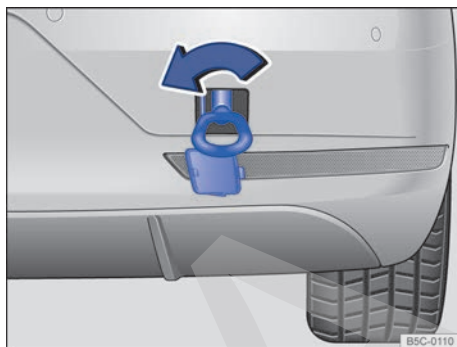

Fig. 164 En el lado derecho del paragolpes trasero: enroscar la argolla de remolque.
El alojamiento de la argolla de remolque enroscable se encuentra en el lado derecho del paragolpes trasero detrás de una tapa → fig. 164, → ①.
- Enrosque la argolla de remolque en el alojamiento girándola al máximo **en el sentido contrario al de las agujas del reloj** → fig. 164 → ①. Utilice un objeto adecuado con el que pueda enroscar completa y firmemente la argolla de remolque en su alojamiento.